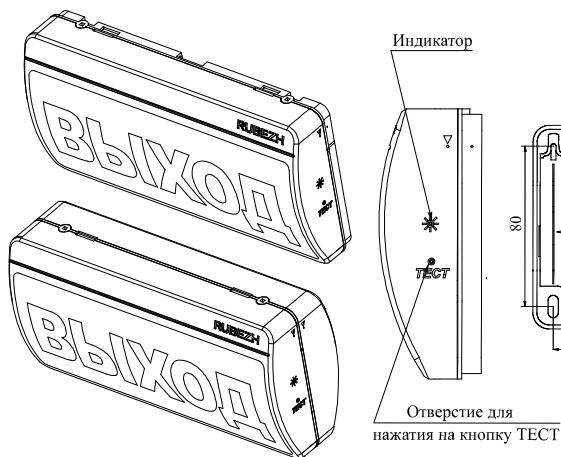

Рисунок 1
4.2 Для информации о состоянии оповещателей предусмотрен оптический индикатор на боковой поверхности корпуса (рисунок 1). Режимы индикации приведены в таблице 1.
4.3 Контроль работоспособности оповещателей осуществляется нажатием на встроенную кнопку ТЕСТ (рисунок 1) при помощи тонкого цилиндрического предмета, например, канцелярской скрепки. При контроле оповещатели переходят в состояние «Тестирование»: индикатор мигает в соответствии с таблицей 1 и на прибор выдается сообщение «ТЕСТ: Кнопка» с указанием типа и адреса устройства.